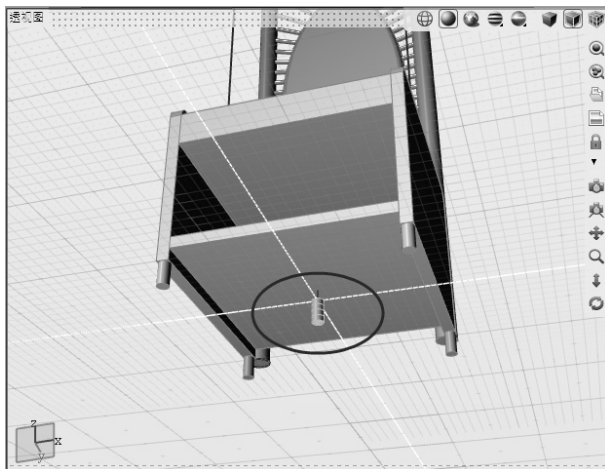

图 5-42 选中底部柱体并隐藏
1) 将透视图旋转到图 5-42 所示的位置，露出底部之前创建的柱体。然后，按〈H〉键将其隐藏。